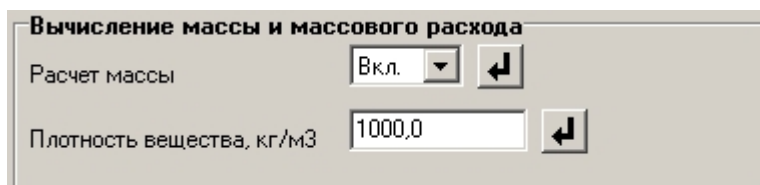

Рис.17. Вид группы параметров «Вычисление массы и массового расхода».
2.10.1. Для включения функции вычисления массового расхода и массы контролируемой жидкости необходимо параметру **Расчет массы** установить значение **Вкл.** (рис.17) и ввести среднее значение **Плотности вещества** (кг/м^3) с учетом возможного диапазона ее изменения (вкладка **Доп. настройки** основного окна «Монитора», группа **Вычисление массы и массового расхода**).